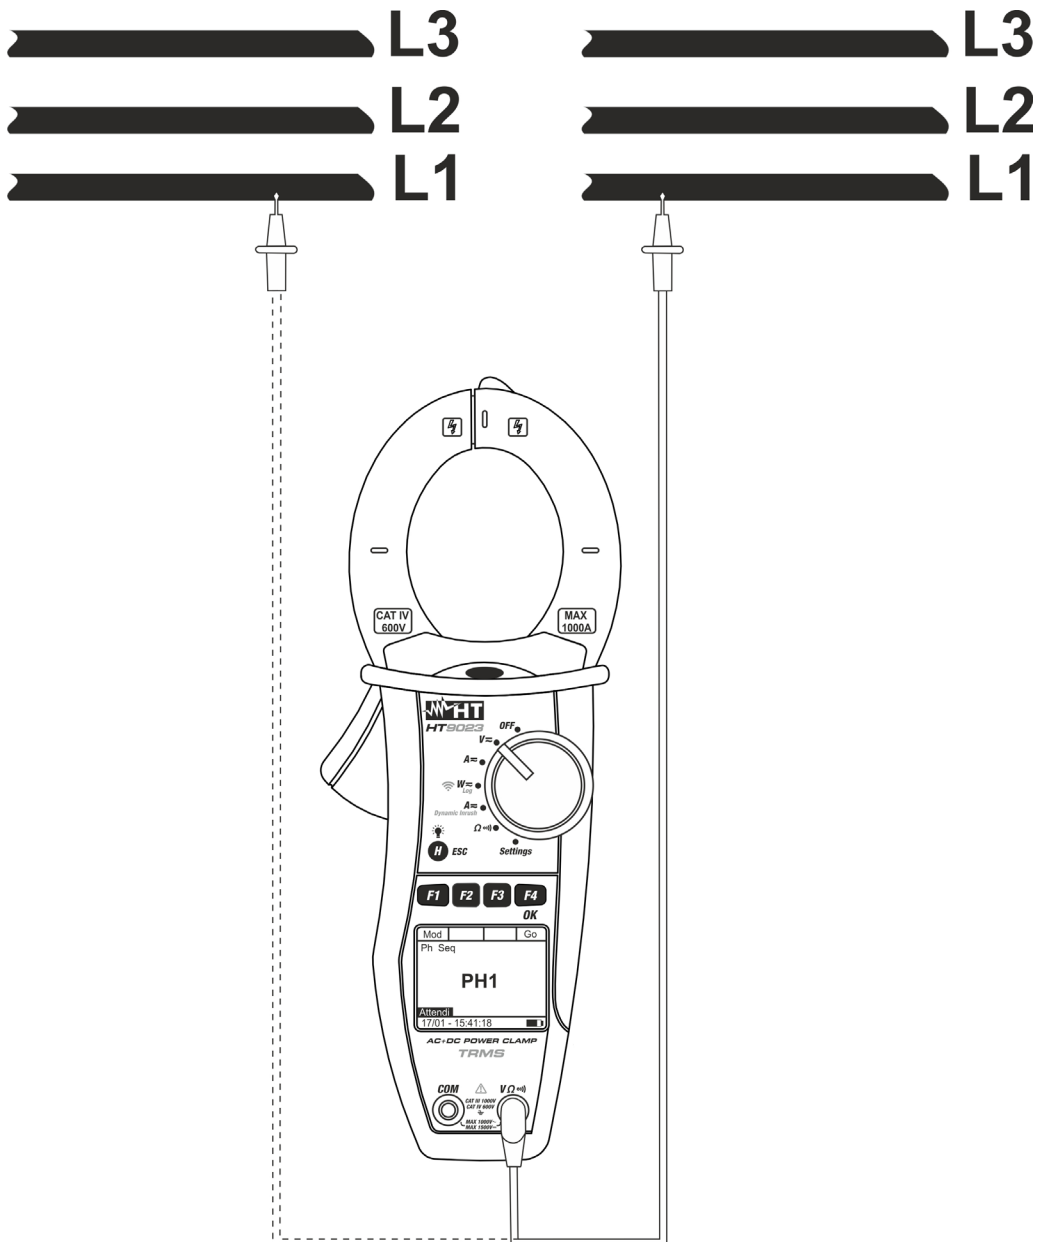

Abb. 8: Prüfung der Phasengleichheit
2. Verbinden Sie die rote Messleitung mit der $V\Omega$ Eingangs- buchse und die schwarze Messleitung mit der COM Eingangs- buchse. **Kontaktieren Sie die rote Messspitze mit der Phase L1** (siehe Abb. 8)